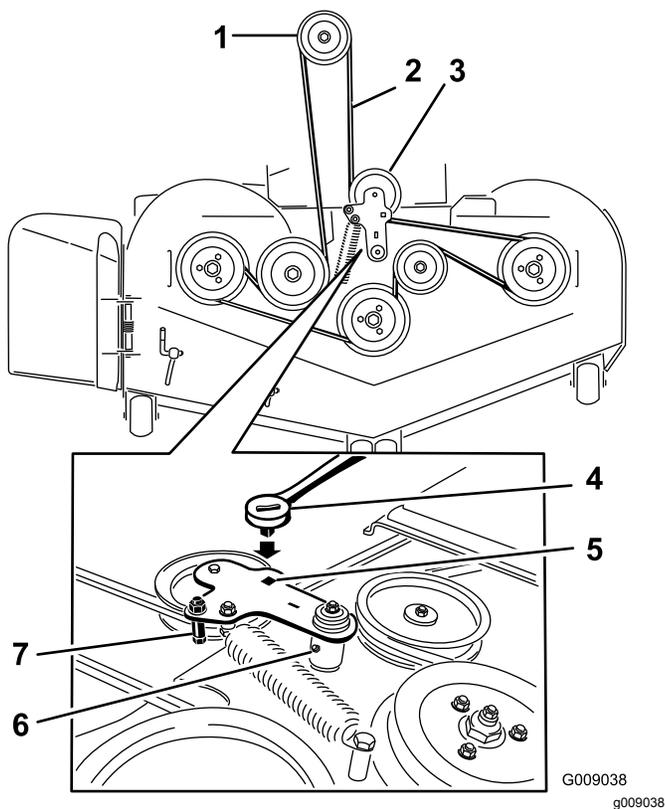

Figura 73
5. Utilice una llave de carraca en el taladro cuadrado del brazo tensor para aliviar la tensión del muelle tensor (Figura 73).
7. Retire la guía de la correa del brazo tensor tensado con muelle según lo ilustrado en Figura 73.
9. Pase la correa nueva alrededor de las poleas del cortacésped y de la polea del embrague, debajo del motor (Figura 73).
10. Instale la guía de la correa en el brazo tensor según se muestra en Figura 73.
11. Utilizando la llave de carraca en el taladro cuadrado, instale el muelle tensor (Figura 73). Asegúrese de que los extremos del muelle están asentados en las ranuras de anclaje.